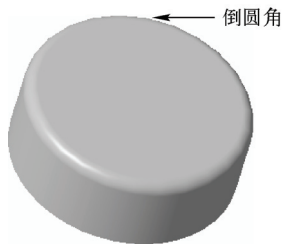

图 17-27 创建倒圆角特征一
STEP 04 单击“模型”选项卡“工程”面板中的“倒圆角”按钮，打开“倒圆角”选项卡，在“输入恒定半径倒圆角的值”文本框中输入“3”，在绘图区中选择要倒圆角的边线，单击“完成”按钮，完成倒圆角特征的创建，如图 17-27 所示。